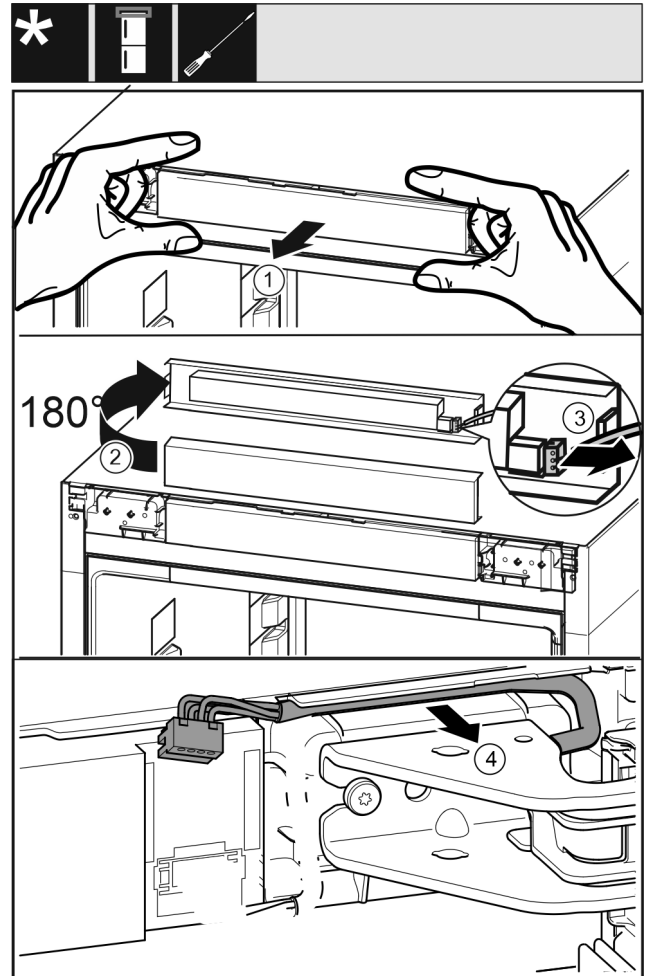

Fig. 14
- Bedienblende Fig. 14 (1) vorsichtig nach vorne lösen.
- Bedienblende Fig. 14 (2) nach oben um 180° drehen.
- Rastnase Fig. 14 (3) nach hinten drücken und den Stecker vorsichtig herausziehen.
- Kabel Fig. 14 (4) über Lagerbock vorsichtig aus der Führung lösen.